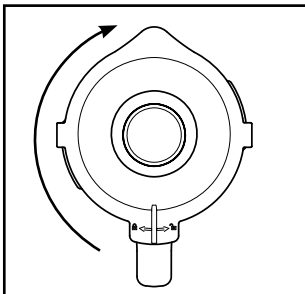

Bild 2
- 4) Sätt sedan tillbaka locket ② med samma förskjutning på mixerbehållaren ③ och tryck fast det. Stäng locket ② genom att vrida det medsols till läge ⑤ tills det klickar fast (se bild 2). Kontrollera att mixerbehållarens ③ pip är stängd. Motorn startar bara om locket ② sluter helt tätt.